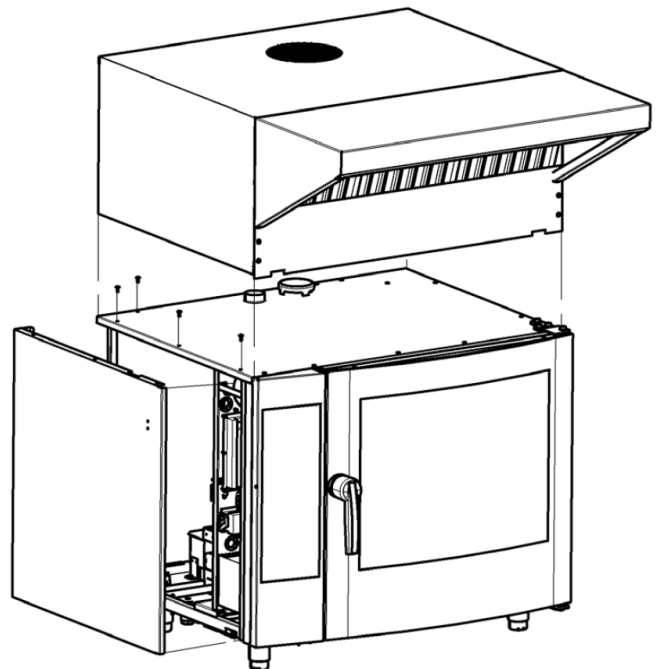

Рисунок 1: Зонт 0610 для устройства размера 611
- Снимите боковую крышку устройства, на которое должен быть установлен зонт. Отвинтите болты крышки с помощью отвертки и гаечного ключа № 8 (рис. 1).